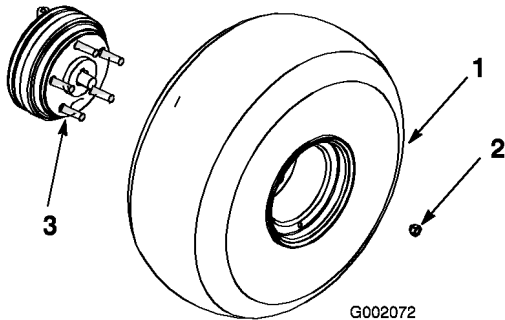

Bild 3
3. Montieren Sie die Räder mit den vorher abgenommenen Befestigungen (Bild 3) und ziehen Sie sie auf 61 bis 88 Nm fest.